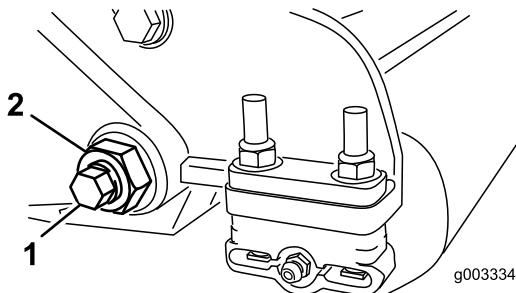
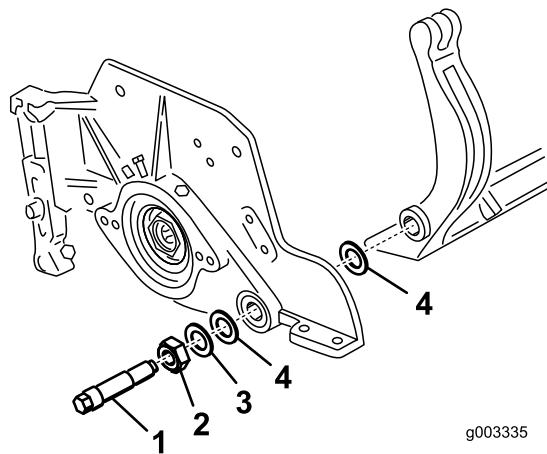

Figure 30
Figure 31
- De chaque côté de la machine, desserrez le contre-écrou de fixation du boulon de la barre d'appui (Figure 30).
- Retirez les boulons de la barre d'appui de façon à pouvoir abaisser la barre et la déposer de la machine (Figure 30). Mettez de côté les 2 rondelles en nylon et la rondelle en acier estampé situées de chaque côté de la barre d'appui (Figure 31).
- Fixez la barre d'appui sur chaque plaque latérale avec les boulons (munis d'écrous) et 6 rondelles. Une rondelle en nylon doit être placée de chaque côté du bossage de la plaque latérale. Placez une rondelle en acier à l'extérieur de chaque rondelle en nylon (Figure 31). Serrez les boulons de la barre d'appui à un couple de 37 à 45 Nm. Serrez les contre-écrous jusqu'à ce que les rondelles d'acier extérieures cessent de tourner et que le jeu axial soit supprimé, mais ne serrez pas excessivement et ne faites pas fléchir les plaques latérales. Les rondelles peuvent présenter un espace à l'intérieur.